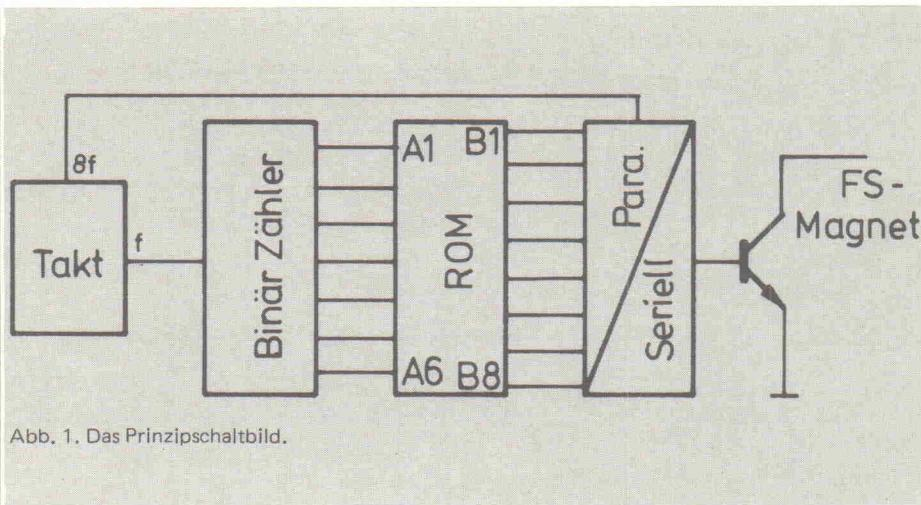

Abb. 1. Das Prinzipschaltbild.
Wie man einer solchen festprogrammierten Schaltung (IS) seine abgespeicherte Information in der richtigen Reihenfolge 'entlockt', soll anhand des Blockschaltbildes Abb. 1 erläutert werden.